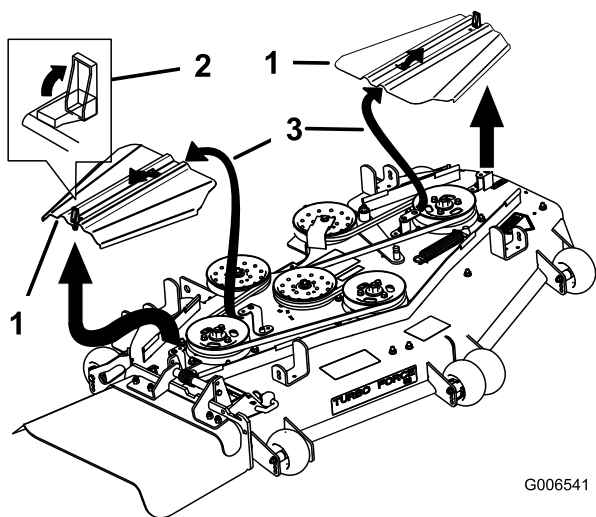

Bild 82
5. Entfernen Sie die Riemenabdeckungen (Bild 82).